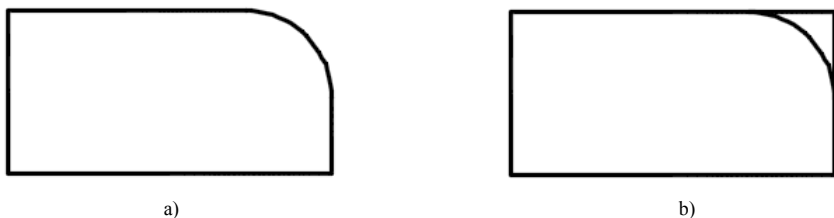

图 3-25 设置圆角时是否修剪
- “修剪(T)”：设定修剪模式，即控制 FILLET 命令是否将选定的边修剪到圆角圆弧的端点。修剪模式分两种，即修剪与不修剪，如图 3-25 所示。